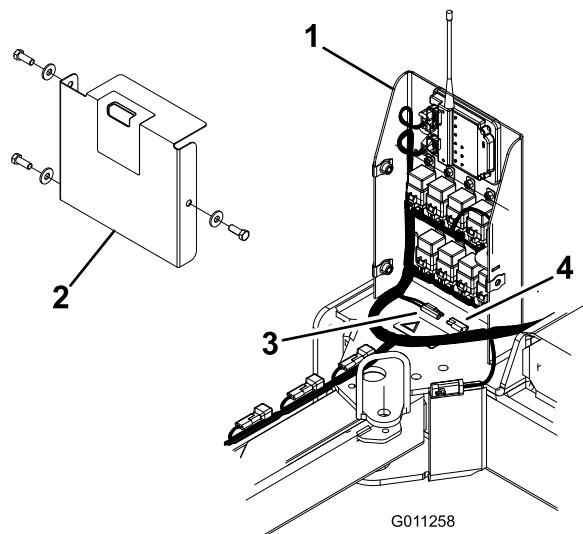

図 35
- カバーを電気ボックスに固定しているねじ（3本）とワッシャをはずして、カバーを外す（図 35）。
- 電気ボックスの中にある橙色と赤色の電気コードについているコネクタのキャップを取り（図 35）。